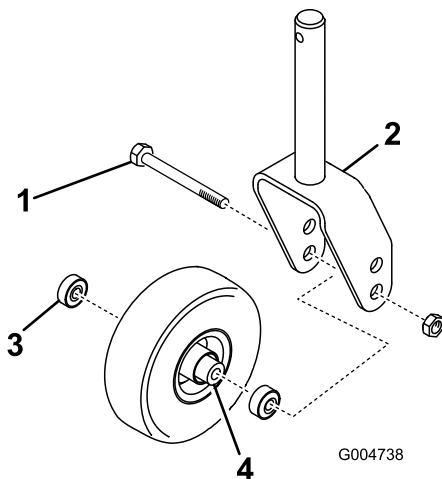
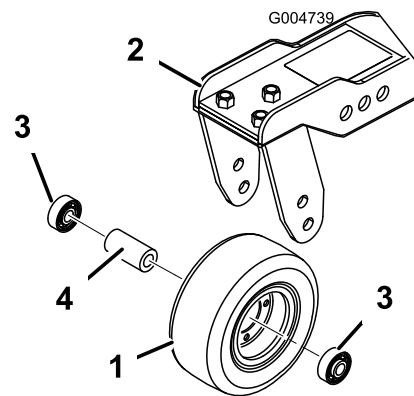

Bild 108
Bild 109
1. Entfernen Sie die Sicherungsmutter von der Schraube, mit denen das Laufrad in der Mitte der Laufradgabel (Bild 108) oder am Laufradgelenkarm (Bild 109) befestigt ist. Halten Sie das Laufrad fest und schieben die Schraube aus der Gabel oder vom Gelenkarm ab.
2. Entfernen Sie das Lager aus der Radnabe und lassen das Lagerdistanzstück herausfallen (Bild 108 und Bild 109). Entfernen Sie das Lager aus der gegenüberliegenden Seite der Radnabe.